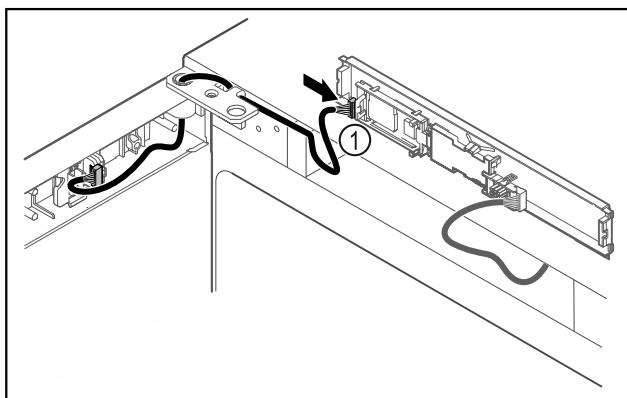

Fig. 47
- Brancher le connecteur Fig. 47 (1) sur la platine.